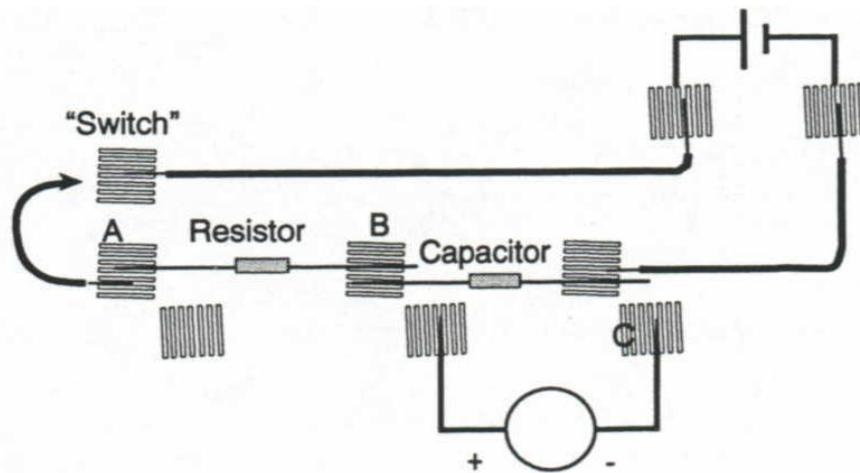

Figura 14: Circuito Resistencia-Condensador.
1. Monte el circuito mostrado en la figura 14, usando una resistencia de $100\text{ K}\Omega$ y un condensador de $100\ \mu\text{F}$. Conecte el multímetro de tal forma que la tierra del mismo coincida con el terminal negativo del condensador el cual a la vez esta conectado al terminal negativo de la pila. La lectura máxima del voltaje en el condensador será 9 voltios.
2. Comience la experiencia sin voltaje en el condensador (el alambre que va al suiche del circuito esta desconectado). En caso de que exista un voltaje remanente (residual) en el condensador, use una pieza de alambre para interrumpir sus extremos y drenar cualquier carga remanente. Coloque los extremos del alambre en los puntos B y C que se muestran en la figura 14 para descargar el condensador.